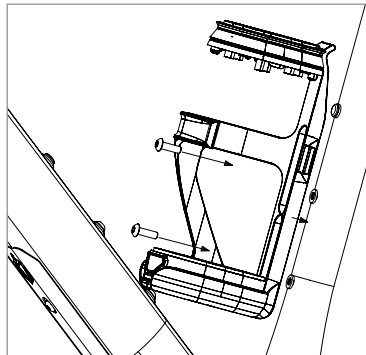

Figure 14
- Fixez le prolongateur d'autonomie au cadre et remettez les vis (figure 14). Serrez les vis entre 3 et 5 Nm.